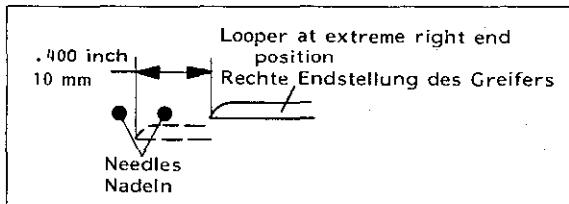

Fig.66B
5. Rotate the pulley counterclockwise until the looper has moved 10 mm (.400 in.) from right to left (Fig. 66B).
5. Drehen Sie die Handrad-Riemscheibe im Gegenuhzeigersinn, bis sich der Greifer 10 mm von rechts nach links bewegt hat (Fig. 66B).